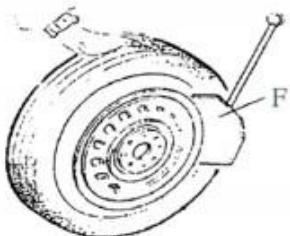

Figure 5
- Évacuez complètement l'air du pneu, placez le pneu contre le tampon en caoutchouc (S).
- Amenez la pelle contre le talon, à environ 10 mm du bord de la jante, comme indiqué en figure 5.
- Enfoncez la pédale du décolle-talon (U) pour pousser la pelle dans le pneu.